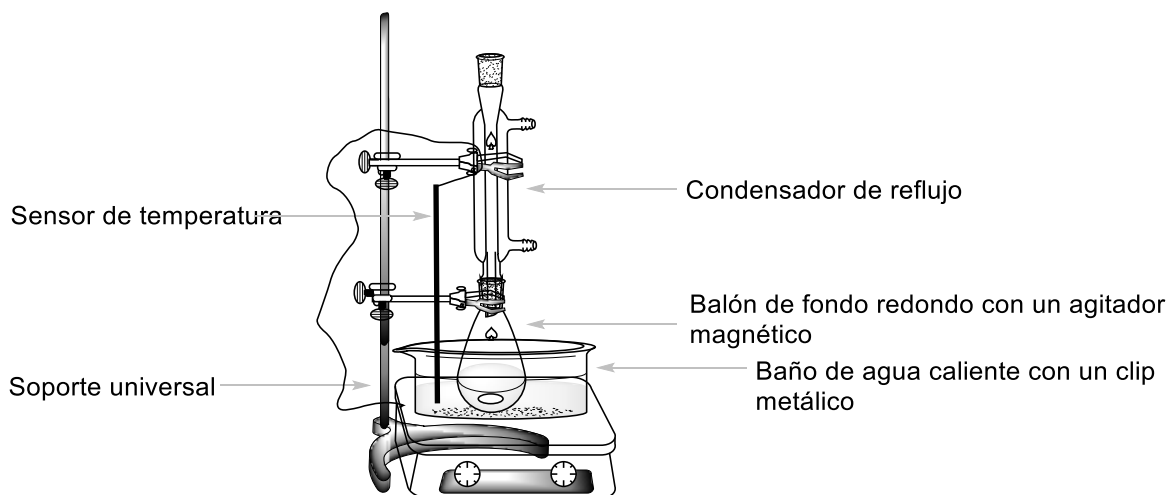

Figura 1. Montaje de equipo para el calentamiento de la mezcla de reacción en un baño de agua.
3. Ubica el balón en el baño de agua caliente. Conecta un condensador de reflujo (no es necesaria la conexión del agua) y asegúralo en la parte superior con una pinza grande, como se muestra en la Figura 1. Deja que el compuesto **A** se disuelva con agitación.
Calienta el baño de agua previamente a 80 °C. Introduce el agitador magnético en el Erlenmeyer esmerilado de 50 cm³ que contiene la fase orgánica **O2** del paso II.6 y agrega 0.300 g de 2,4-dinitrofenilhidrazina (**DNPH**). En una probeta mide 10 cm³ de etanol. Usando una pipeta Pasteur de vidrio, enjuaga el vial de vidrio con 5 × 2 cm³ de etanol, para transferir toda la **DNPH** al Erlenmeyer. Ubica el Erlenmeyer en el baño de agua caliente y ajusta el condensador previamente enjuagado con etanol (en condiciones similares a las de la Figura 1). Por el extremo superior del refrigerante, agrega 3 cm³ de HCl 20%, usando un embudo, y agita la mezcla de reacción a 80 °C durante 2 minutos. Empezarán a formarse finos cristales anaranjados del producto **C**. Luego, apaga el calentamiento del hotplate. Levanta el balón de reacción por encima del baño de agua (*¡Precaución!*